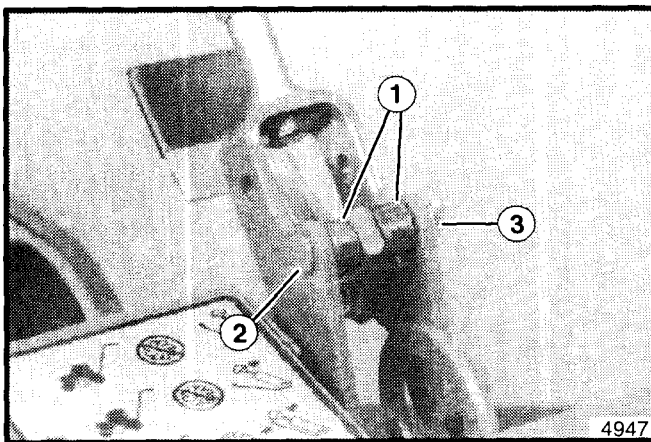

Figura 24. Leva di comando della frizione
20. Rimuovere l'ago del gancio a U e la copiglia, nonché le due boccole sulla maniglia di comando (vedere figura 24). Girare l'asta in modo da accorciarla o allungarla come necessario e riattaccarla alla maniglia con l'ago del gancio a U.